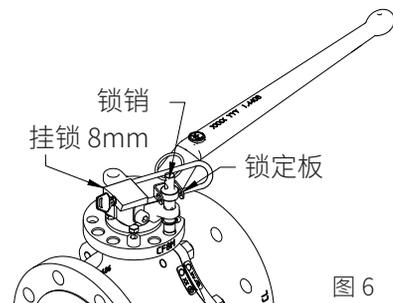

图 6
1. 使用带 8 毫米锁柄的挂锁，将锁柄插入锁板上的长孔和拉环下的孔(图 6)。